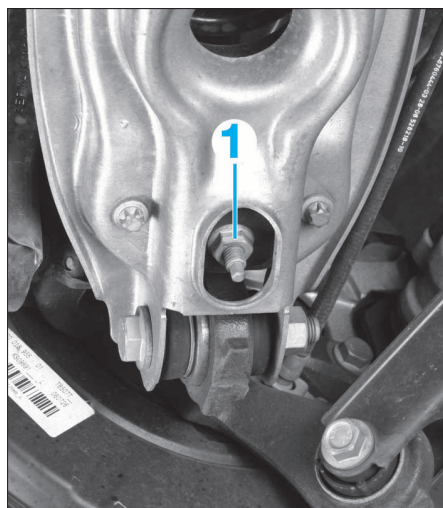

FIG. 30
- Desserrer l'écrou (2), tout en maintenant au niveau du six-pans si nécessaire.
- Déposer la partie supérieure du palier (3).
- Déposer l'écrou (1), tout en maintenant au niveau du six-pans si nécessaire (Fig.30).